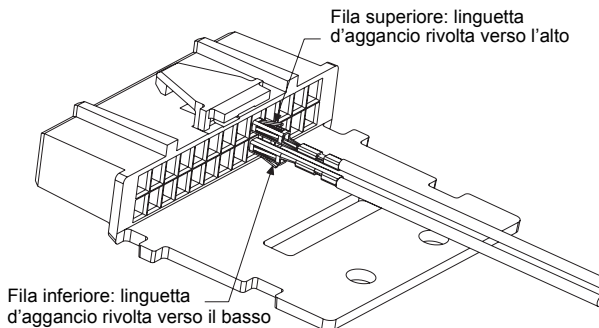

Figura 4. Orientamento dei terminali
2. Inserire i contatti nel connettore accessori come indicato nella Figura 4: filo nero nel pin 12 o 16, filo rosso nel pin 7 e filo blu per l'audio del microfono nel pin 13 oppure per l'audio del microfono più ricevitore nel pin 15.